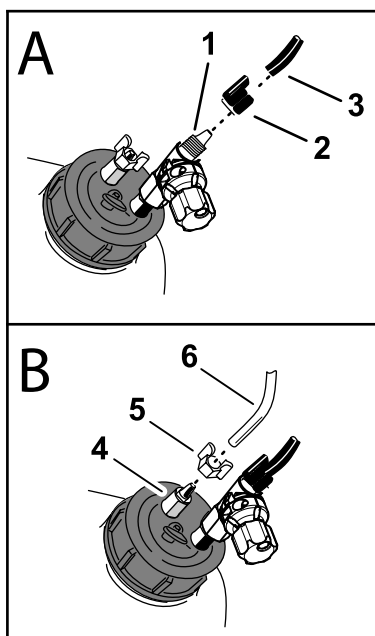

图 2
1. 将在 安装泡沫控制阀 (页码 3) 的步骤 3 中卸下的蓝色压紧螺母图 2 安装到在 2 准备管子 (页码 2) 中切割的压缩机至水箱回环管的蓝色管子上。
2. 将蓝色管子和蓝色螺母安装到盖装调节阀上的接头然后用手拧紧压紧螺母图 2。
4. 从水箱盖上的接头上拧下白色压紧螺母图 2。
5. 将白色压紧螺母安装到压缩机至水箱回环管的透明管子上图 2。